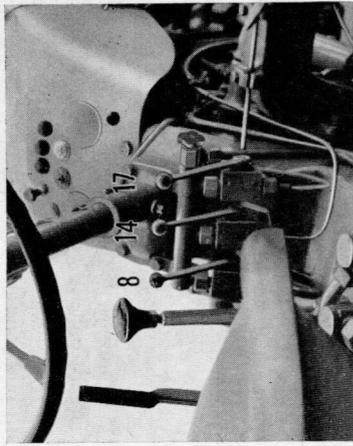

Bild 7
Sobald die hydraulische Anlage außer für Dreipunktgeräte auch noch für Mähwerksaushebung und Frontladerbetätigung herangezogen wird, ist vor dem Sitz eine Vorwählschaltung angebaut (s. Bild 7).
**KL 150 und KL 200** (Bild 7):
geschieht auf gleicher Weise. Jetzt ist das Absperrventil **17** zuständig (s. Bild 7). Ein Druckrohr „a“ von 6 mm  $\phi$  führt von hier zum Hubzylinder der Mähwerksaushebung.